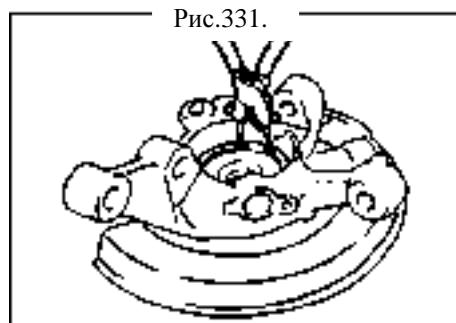

Рис.331.
Используйте щипцы для установки зажима (рис.331).
- (b) Установите новый шплинт (рис.331).